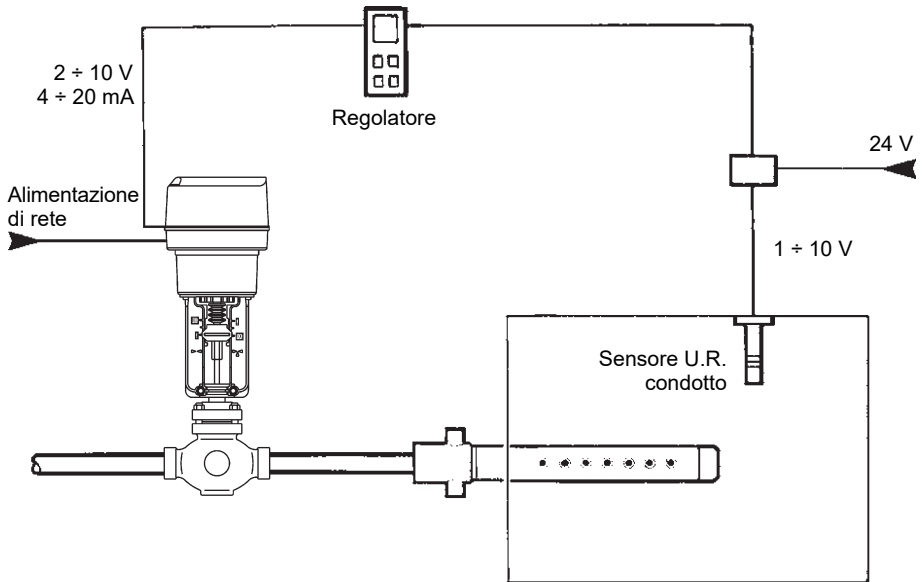

Fig. 21 - Sistema tipico di regolazione con valvola azionata elettronicamente
- 3.14.4 La Fig. 21 mostra un sistema di controllo tipico che prevede un regolatore elettronico di umidità ed una valvola di regolazione ad attuazione mediante motore elettrico.